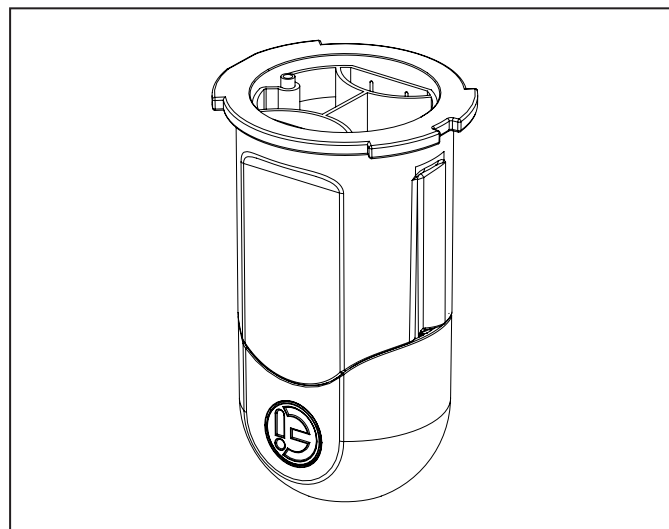

Figure 29. Inverser la cellule
7. Remettre le bouchon sur la cellule, puis inverser (Voir Figure 29).
8. En portant des lunettes de protection et des gants, ajouter une (1) partie d'acide chlorhydrique à dix (10) parties d'eau, puis mélanger.